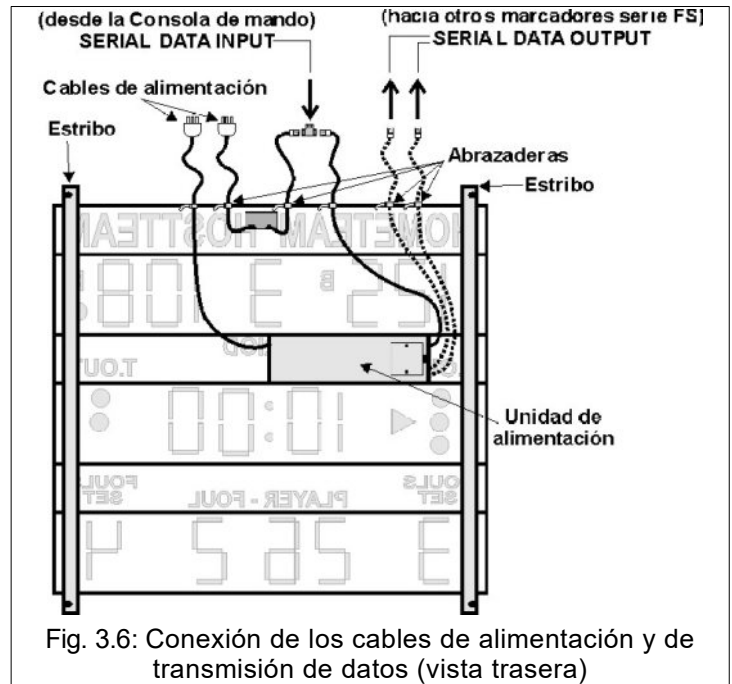

Fig. 3.6: Conexión de los cables de alimentación y de transmisión de datos (vista trasera)
1. Enchufe el cable de alimentación a la toma correspondiente y fije el otro extremo a la parte alta del marcador con la abrazadera prevista (véase la Fig. 3.6); con esto se pretende dejar el enchufe situado encima del marcador después de haber instalado éste último en la pared.
2. Para los marcadores centrales, además del cable serie largo para conectar la consola de mando, se suministran también tres alargaderas de 1 m aproximadamente. Enchufe una de estas alargaderas al conector "SERIAL DATA INPUT" y fije el otro extremo en la parte alta del marcador usando una abrazadera (véase la Fig. 3.6). Esto facilita la conexión con el cable serie de la consola, cuando el marcador está instalado en la pared.
4. Para el módulo de los nombres de los equipos, enchufe el cable serie (de 1m aproximadamente) al conector "SERIAL DATA INPUT" y fije la otra punta del cable en la parte alta del marcador usando la abrazadera correspondiente (véase la Fig. 3.6).
3. Usando el adaptador, conecte el cable serie de la Consola con el cable enchufado a la toma "SERIAL DATA INPUT" de la unidad de alimentación y del módulo de los nombres de los equipos, llevados hasta la parte alta del marcador (véase el capítulo 3.3 y Fig. 3.6).